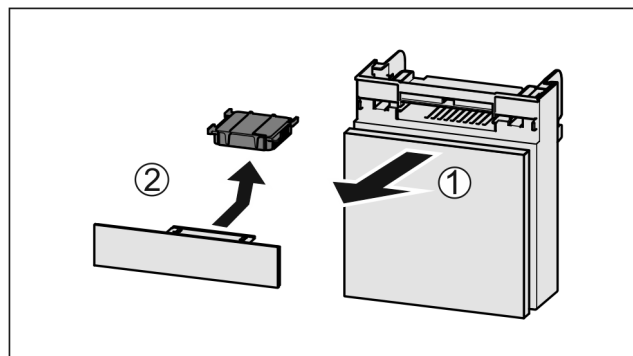

Fig. 114
- Zásuvku vytáhněte dopředu Fig. 114 (1).
- Filtr s aktivním uhlím vyjměte Fig. 114 (2).